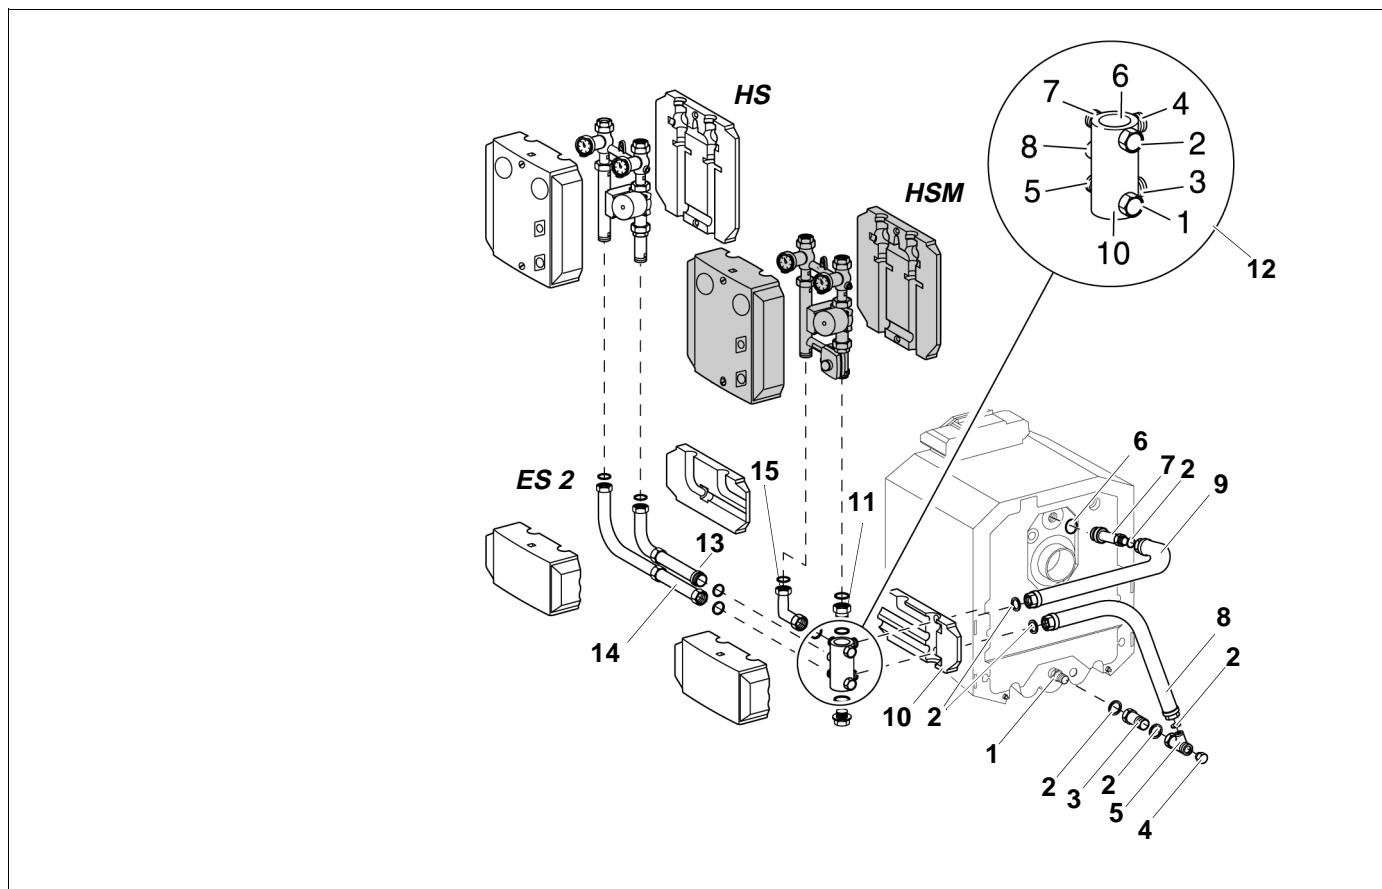

Fig. 9 Montaggio parallelo laterale a destra
Legenda Fig. 9
La numerazione degli allacciamenti sul collettore di distribuzione multifunzione montato deve corrispondere esattamente a quella riportata in Fig. 9, altrimenti gli allacciamenti della mandata e del ritorno della caldaia non corrispondono a quelli del circuito di riscaldamento!
- Posizionare il tubo di ritorno (8) con il lato lungo rivolto verso il basso sull'uscita laterale del pezzo a T (5), inserire la guarnizione e serrare il collegamento a vite.
- Posizionare in orizzontale il lato corto del tubo di ritorno (8) e serrare il collegamento a vite tra il pezzo di prolunga (3) e il pezzo a T (5).
- Nella parte posteriore avvitare il tappo (4) sul pezzo a T (5).
- Ritagliare il guscio termoisolante (10) e inserirlo sul tubo di mandata e quello di ritorno.
- Avvitare il collettore di distribuzione multifunzione (12) con l'uscita n.4 al tubo di mandata.
- Avvitare l'adattatore (11) con l'O-Ring dall'alto all'uscita n. 6 del collettore di distribuzione multifunzione.
- Inserire le guarnizioni nel raccordo filettato ad angolo (15) e avvitare il raccordo filettato ad angolo con il lato lungo all'uscita Nr. 7 del collettore di distribuzione multifunzione. L'uscita del raccordo filettato ad angolo (15) deve essere rivolta verso l'alto.
- Inserire le guarnizioni nell'adattatore (11) e nel raccordo filettato ad angolo (15).
- Avvitare il set del circuito di riscaldamento con miscelatore (HSM) o senza miscelatore (HS) come illustrato in Fig. 9.